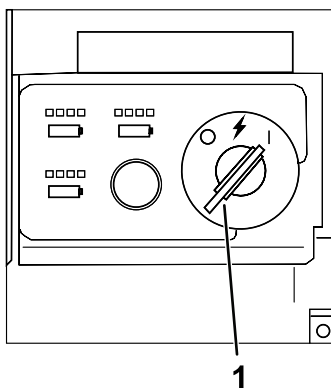

Figure 17
4. Tournez la clé à la position CONTACT pour démarrer le moteur (Figure 17).